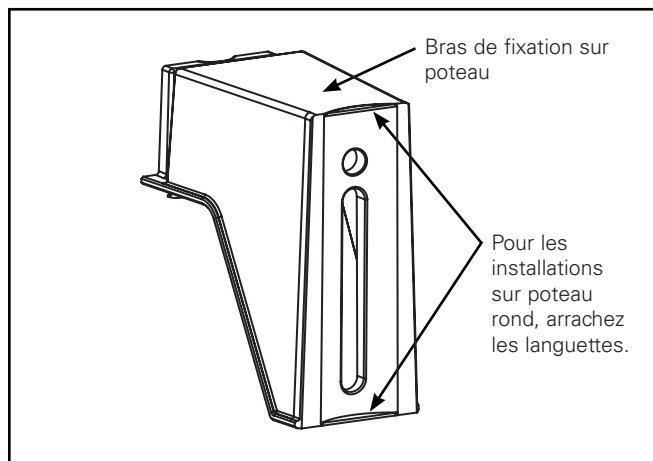

Figure 6.
### Bras latéral du boîtier installé sur place - Accessoire (Figure 6 – Figure 12)
1. Le bras de fixation sur poteau est conçu pour un poteau carré ou rond. L'installation sur poteau rond nécessitera le retrait des languettes du bras de fixation. Saisissez la languette avec des pinces et arrachez-la. (Figure 6)